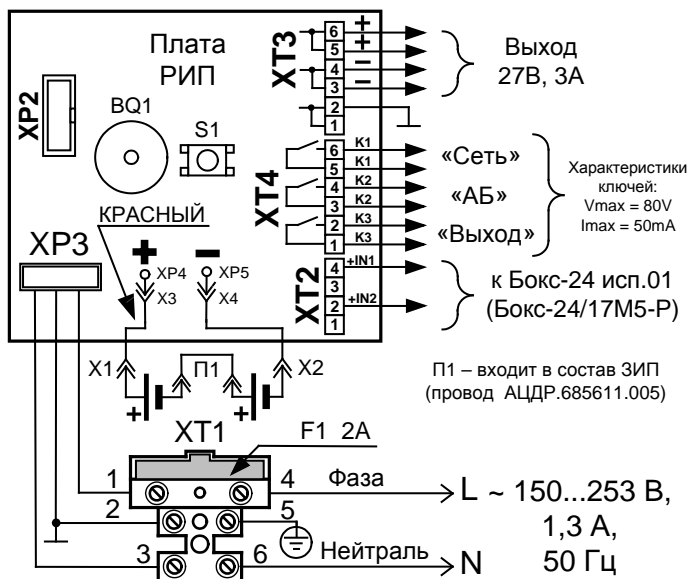

Рис. 2
ВНИМАНИЕ! При подключении внешнего питающего напряжения 220 В к сетевой колодке ХТ1 необходимо соблюдать правильность подключения проводов «фаза» и «нейтраль». Подключение производить в соответствии с Рис. 2. Схема подключения также расположена на внутренней стороне корпуса РИП.
3.2.4 Согласно схеме соединений (рис. 2):
б) изъять из колодки вставку F1 (2 А), подключить сетевые провода к входной колодке (**фаза (L) должна быть подключена к ХТ1:4, см. рис. 2**);
4.2.3 РИП обеспечивает программирование следующих режимов индикации и сигнализации нажатием на кнопку S1 (при открытой крышке РИП), находящуюся на плате см. рис.2.